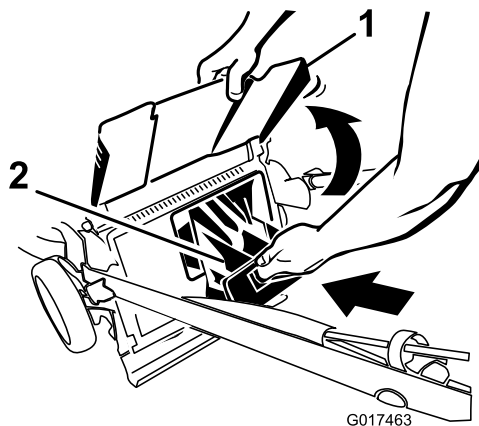

Figure 29
4. Installez l'obturateur d'éjection arrière (Figure 29).